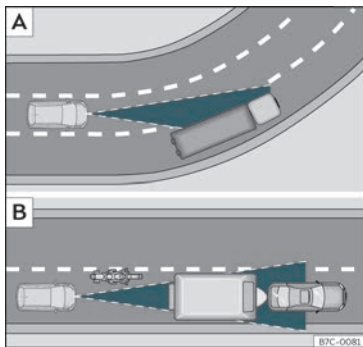

Fig. 162 [A] Véhicule à l'abord d'un virage. [B] Motocycliste circulant à l'avant hors du rayon d'action du capteur radar.
L'ACC pourrait ne pas détecter dans un virage le véhicule précédent, ou pourrait régler la distance par rapport à des véhicules qui se trouvent sur d'autres voie » » **fig. 162** [A].
- Véhicules circulant de manière non alignée ou en dehors de la zone de détection du capteur, par exemple, des motos. » » **fig. 162** [B]